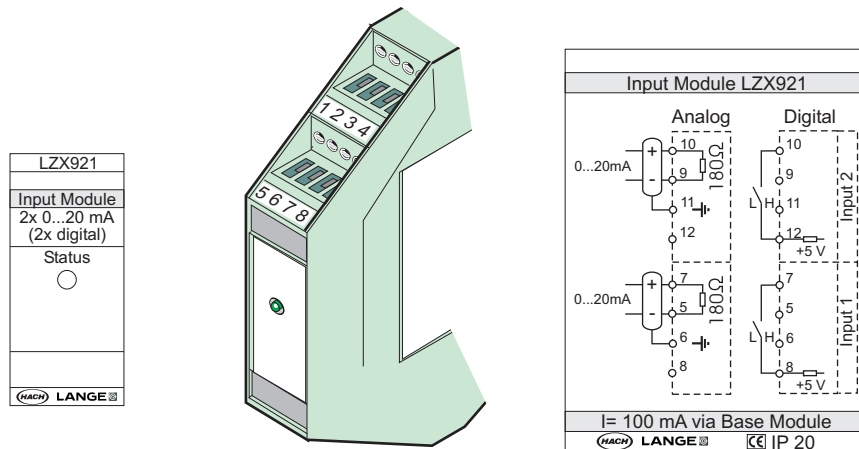

Bild 79 Externes Eingangsmodul
3. Stellen Sie die entsprechenden Verbindungen her, wie unter Bild 79 und Tabelle 52 dargestellt.